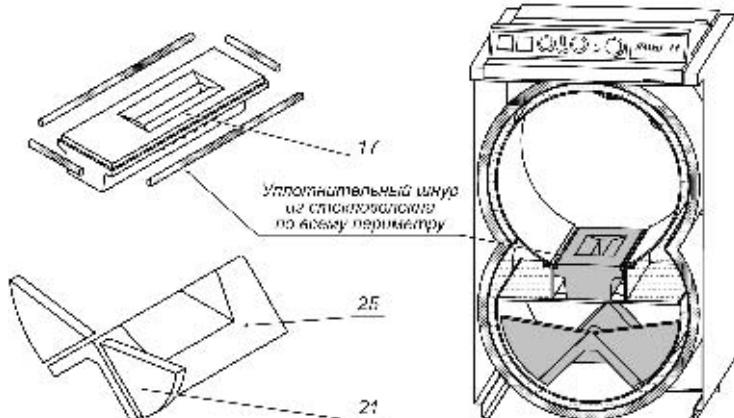

Рис. 5 Расположение жаропрочных плит
Обычно котлы поставляются в собранном виде, но после транспортировки и установки всегда нужно проверить состояние керамических плит из жаропрочного бетона в камере сгорания 5. Как должны быть расположены плиты указано в *рис. 5*. Если котел поступил не собранном виде, тогда сборку камеры сгорания проводить в следующем последовательности:
- Через верхние дверки топки (15) (см. *1a*, и *рис.5*) в стальную выемку нижней части топки (14) вставляется плита (17), и герметизируется по всему периметру стекловолокнистым шнуром.